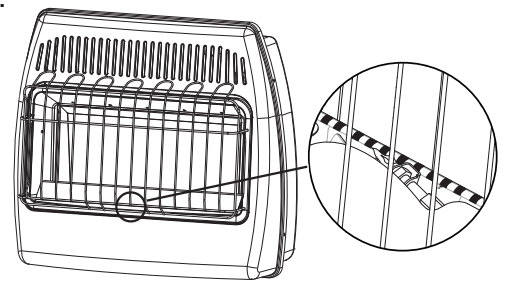

Fig. 24 - Ubicación de la llama del piloto
6. Con la perilla de control oprimida, presione el encendedor hasta que el piloto se encienda. El piloto es visible, centrado abajo de las quemador principal, detrás de la panel de vidrio. (Ver Fig. 24 en la página 19).
7. Mantenga oprimida la perilla de control durante (30) segundos después de que el piloto encienda. Suelte la perilla de control.
**Nota:** Si el piloto se apaga repita los pasos 3 al 7. Espere (1) minuto antes de intentar encender el piloto otra vez.
6. Con la perilla de control oprimida, presione el encendedor hasta que el piloto se encienda. El piloto es visible, centrado abajo de las placas, detrás de la rejilla frontal. (Ver Fig. 24)